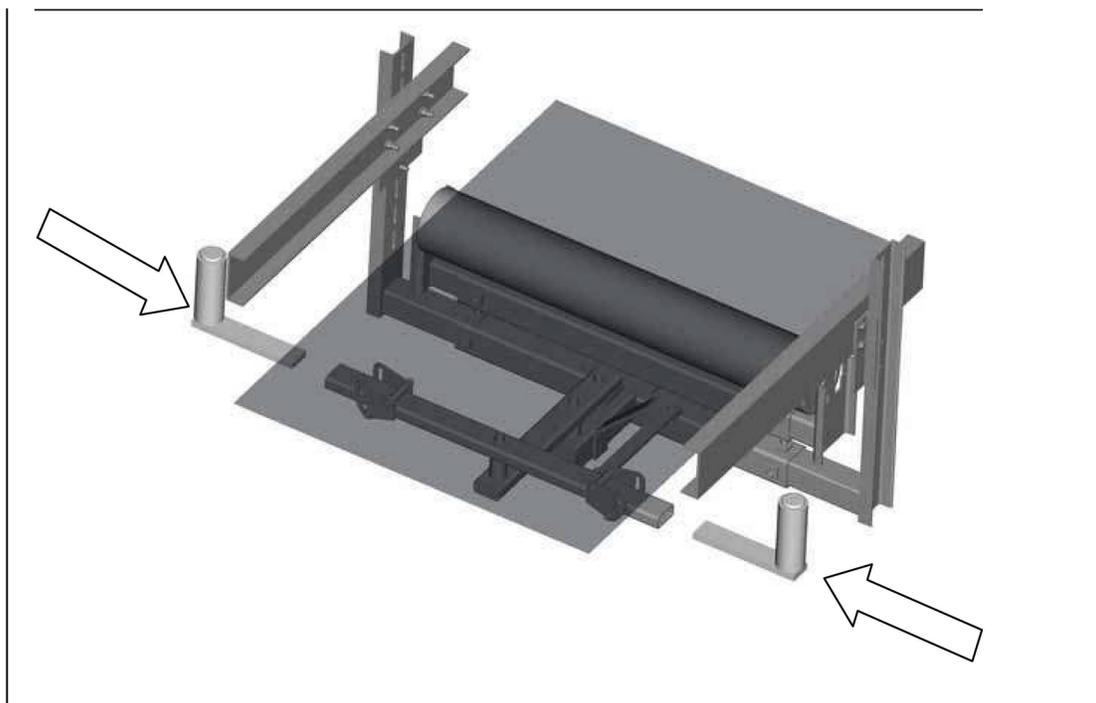

Fig. 12: Introducción de la unidad de rodillos sensores
14. Introduzca la unidad de rodillos sensores en la unidad de guía desde ambos lados (Fig. 12).